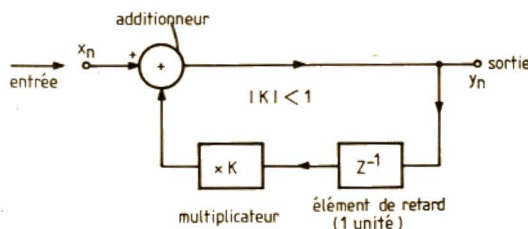

FIGURE 6. - Schéma de principe d'un simple filtre récursif (la stabilité exige  $|K| < 1$ ).
**2° Un simple filtre récursif** (schéma de principe figure 6, avec les mêmes notations qu'en figure 1).
FIGURE 7 – Courbe de réponse du filtre de la figure 6 (signal sinusoïdal) avec  $K = 0,95$ . Cette fois, atténuation (pratiquement 6 dB/octave) à partir de la fréquence 0.